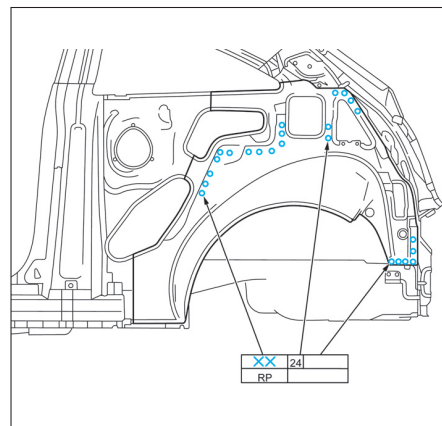
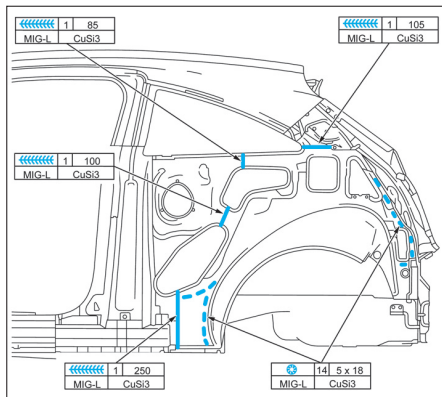

FIG. 88
FIG. 89
- Souder la doublure d'aile arrière (Fig.88) et (Fig.89).